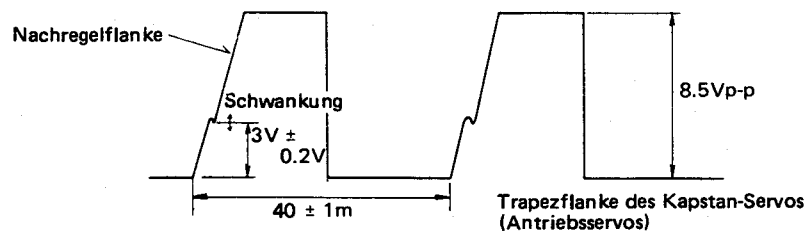

Abb. 3-2
2. Mit VR4A5 den Samplingimpuls auf eine Spannung von $3,0V \pm 0,2V$ (siehe Abb. 3-2) einstellen.